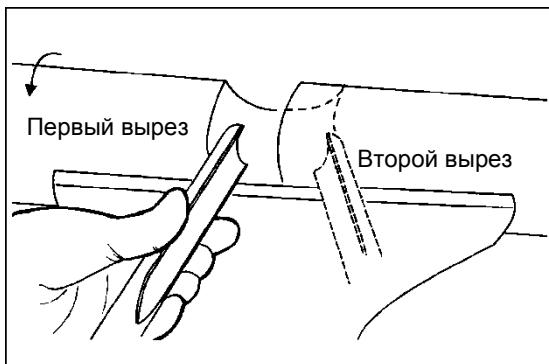

Рисунок 35
1. Протачивайте заготовку краем трубчатого резца, повернув желоб резца на  $90^\circ$  к заготовке, двигаясь по направлению к нижней точке полости. См. Рис. 35. **Закончите обработку в нижней точке; попытка обработки из глубины к поверхности заготовки может привести к застреванию резца.**